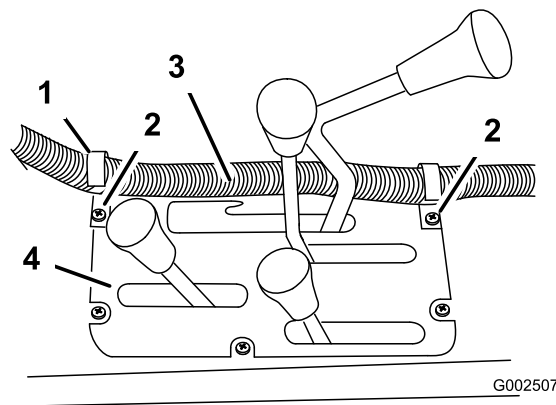

Figura 25
6. Installate due fermagli a J sulla consolle centrale nei punti indicati in Figura 25 usando le viti esistenti.